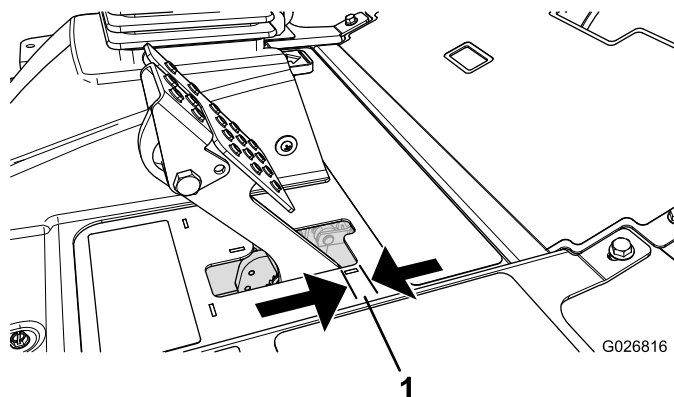

Figura 60
Ajuste os travões se o pedal do travão apresentar uma folga superior a 2,5 cm (Figura 60) ou quando os travões não funcionarem de forma eficaz. Folga é a distância percorrida pelo pedal antes de se verificar qualquer resistência ao movimento.
2. Aperte a porca traseira para deslocar o cabo para trás até que os pedais dos travões apresentem uma folga de 6 a 13 mm (Figura 60) antes de alcançar o bloqueio.